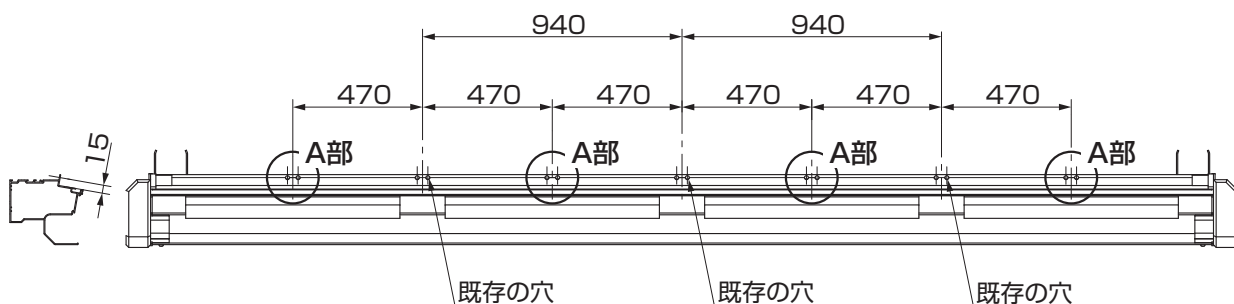
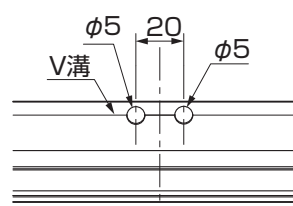

図3-1
図3-2 A部詳細図
①図3-1、図3-2を参考に桁のV溝に穴加工を追加してください。（図3-2参照）
- 図3-1は間口2.0間用です。間口サイズによって穴の加工数は異なります。